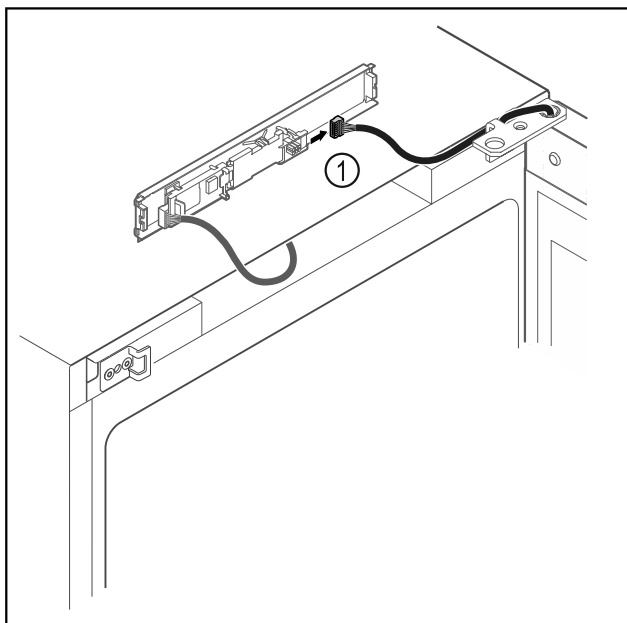

Fig. 20
- ▶ Wtyczkę Fig. 20 (1) należy odłączyć od płytki drukowanej.